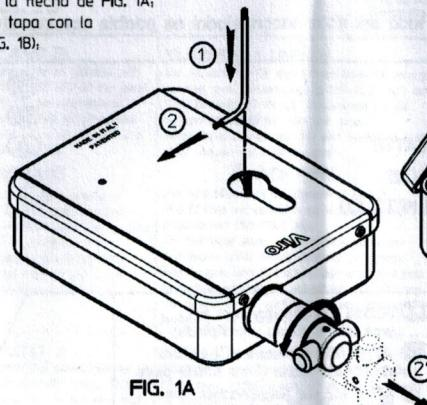

FIG. 1A
1. Vložte Torx klíč (součástí balení) do otvoru pro cylindrickou vložku, zatlačte jej ve směru šípky 1 a 2 podle obrázku FIG.1A, otečte a vysuňte západku 2'.
1. den mitgelieferten Torx in den Zylinderbohrung einsetzen und pfeilrichtung drücken, wie im FIG. 1A;
1. Insertar la llave Torx suministrada en dotación en el orificio cilíndro y pulsar en el sentido indicado por la flecha de FIG. 1A;
1. insérer la clé Torx fournie en dotation dans le trou du cylindre et presser dans le sens indiqué par la flèche de la FIG. 1A;